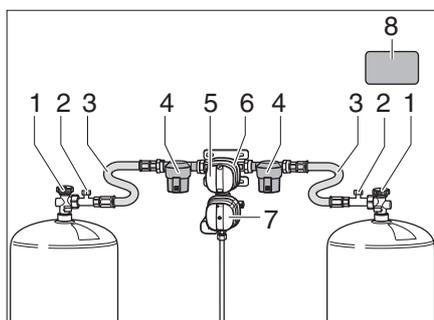
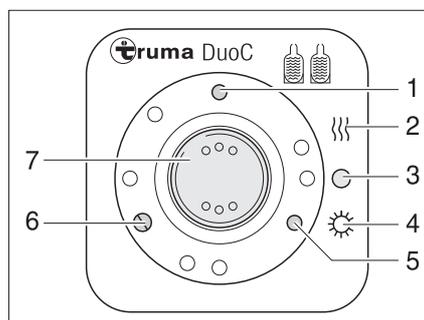
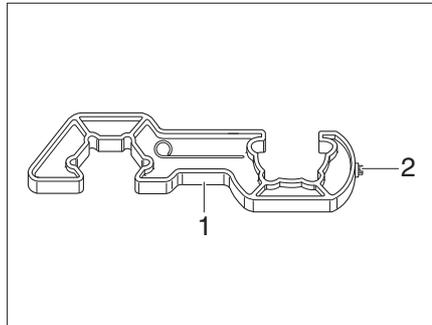
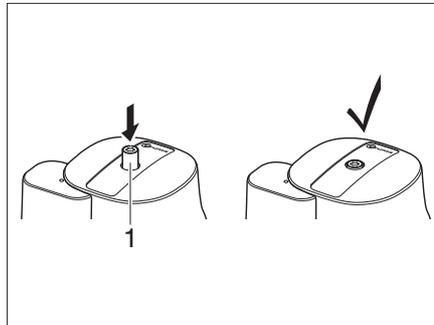

Fig. 83 Dispositif de commutation DuoControl
Fig. 84 Unité de commande
Fig. 86 Dispositif de vissage
Fig. 87 Crash-Sensor
Le dispositif de commutation DuoControl est constitué d'une robinetterie de commutation (Fig. 83,6) et de l'unité de commande (Fig. 84). La robinetterie de commutation est montée entre les flexibles de gaz (Fig. 83,3). Avec le bouton rotatif (Fig. 83,5) sur la robinetterie de commutation, on peut déterminer laquelle des bouteilles de gaz est la bouteille de service et quelle bouteille de gaz est utilisée comme bouteille de réserve.
La robinetterie de commutation (Fig. 83,6) est équipée de l'installation de dégivrage du régulateur EisEx. On évite ainsi des dérangements de l'installation de gaz en hiver.
Avant la robinetterie de commutation se trouvent de chaque côté un filtre à gaz (Fig. 83,4), lequel protège l'installation de gaz de l'encrassement par l'huile et des impuretés.
Seules les fonctions électriques peuvent être commandées sur l'unité de commande (Fig. 84). Les robinets principaux des bouteilles de gaz (Fig. 83,1) doivent être ouverts manuellement.
Lorsque le voyant de contrôle vert (Fig. 84,6) est allumé, la bouteille de service est pleine. Lorsque le voyant de contrôle rouge (Fig. 84,5) est allumé, la bouteille de service est vide. L'alimentation en gaz se fait alors via la bouteille de réserve.
- Ouvrir les robinets principaux (Fig. 83,1) sur les bouteilles de gaz.
- Avec le bouton rotatif (Fig. 83,5) situé sur la robinetterie de commutation (Fig. 83,6), sélectionner la bouteille de gaz à partir de laquelle le gaz sera utilisé principalement (bouteille de service). Toujours tourner le bouton rotatif à fond.
- Mettre le commutateur à bascule (Fig. 84,7) sur "O" (Fig. 84,3). Le voyant de contrôle jaune (Fig. 84,1) s'éteint.
- Fermer les robinets principaux (Fig. 83,1) sur les bouteilles de gaz.
Les voyants de contrôle de l'unité de commande (Fig. 84,5 et 6) signalent à l'intérieur du véhicule si la bouteille de gaz est en état de marche.
Lorsque le voyant de contrôle vert (Fig. 84,6) s'éteint pendant le fonctionnement et que le voyant de contrôle rouge (Fig. 84,5) s'allume, la bonbonne de gaz sélectionnée comme bouteille de service est vide et doit être remplacée. La bouteille de réserve alimente les appareils à gaz.
- ▶ Pour visser et dévisser les flexibles à haute pression, utiliser le dispositif de vissage (Fig. 86,1) fourni. Il assure le couple de serrage requis et prévient l'endommagement du raccord vissé par l'utilisation d'un outil incorrect.
- Fermer le robinet principal (Fig. 83,1) sur la bouteille de gaz vide.
- Dévisser le flexible à haute pression (Fig. 83,3) de la bouteille de gaz à l'aide du dispositif de vissage (Fig. 86).
- Raccorder la bouteille de gaz pleine au flexible à haute pression (Fig. 83,3).
- Ouvrir le robinet principal (Fig. 83,1) sur la bouteille de gaz.
- Tourner le bouton rotatif (Fig. 83,5) de la robinetterie de commutation (Fig. 83,6) d'un demi-tour de manière à ce que la bouteille remplacée serve de bouteille de réserve.
- Appuyer sur le bouton (Fig. 83,2) de la sécurité de rupture de flexible sur le tuyau flexible haute pression afin de l'activer.
- Le cas échéant, appuyer sur le bouton de réinitialisation (Fig. 87,1) sur le Crash-Sensor.
- ▶ Tenir compte de l'autocollant de sécurité (Fig. 83,8) sur le compartiment à gaz.
- Avec le Torx T20 (Fig. 86,2), enfoncer le bouton de déverrouillage (Fig. 87,1) sur le dispositif de vissage, tourner légèrement dans le sens des aiguilles d'une montre et maintenir pendant 5 secondes. Le Crash-Sensor est prêt à fonctionner lorsque le bouton de déverrouillage (Fig. 87,1) reste en position abaissée.
- Après le remplacement de la bouteille de gaz, appuyer avec force sur le bouton vert (Fig. 83,2) sur le flexible à haute pression (Fig. 83,3).